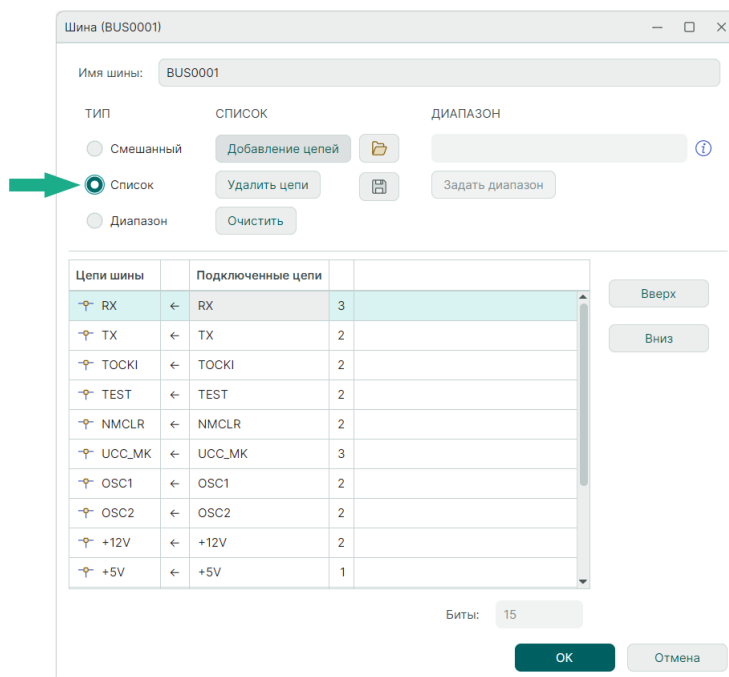

Рис. 188 Включение режима «Список»
2. Установите переключатель в положение «Список», см. Рис. 188.